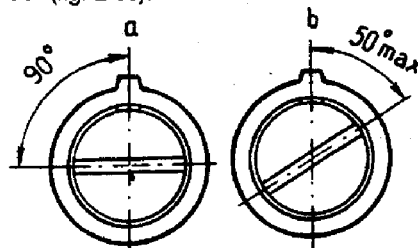

Fig. 2-85. Instalação dos casquilhos limitadores: a - parafuso da quantidade de mistura; b - parafuso da proporção da mistura.
4. Embutir os casquilhos limitadores de plástico em ambos os parafusos de ajuste, observando o correto alinhamento de suas estrias com as saliências posicionadoras, no corpo do carburador (fig. 2-85).